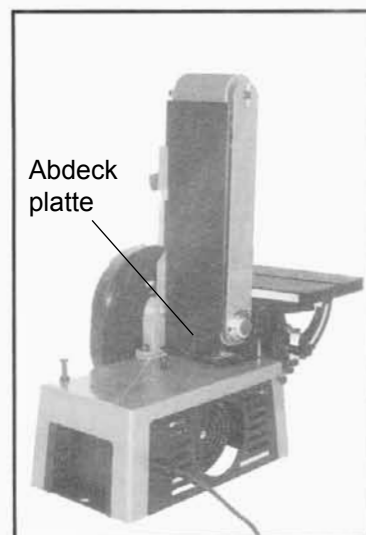

Fig. 10-1
2. Die 2 Schrauben (Pos. 92) lösen und die Abdeckplatte (Pos. 91) so positionieren, dass sie ganz nach unten zu liegen kommt wie in Fig. 10-1 gezeigt. Die Schrauben (Pos. 92) wieder festziehen.
Desserrez les 2 vis (pos. 92) puis positionnez le porteur (pos. 91) de façon à ce qu'il touche le fond selon fig. 10-1. Resserrez les vis (pos. 92).